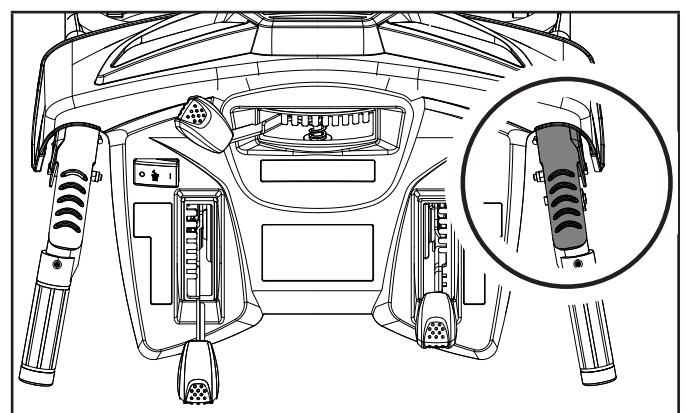

Figure 16
1. Situé sur le côté droit (derrière la souffleuse). Poussez ce levier vers la poignée pour activer la vis sans fin et la turbine. Si le levier de commande de la vis sans fin est relâché, le mouvement de la vis sans fin cesse. (figure 16)